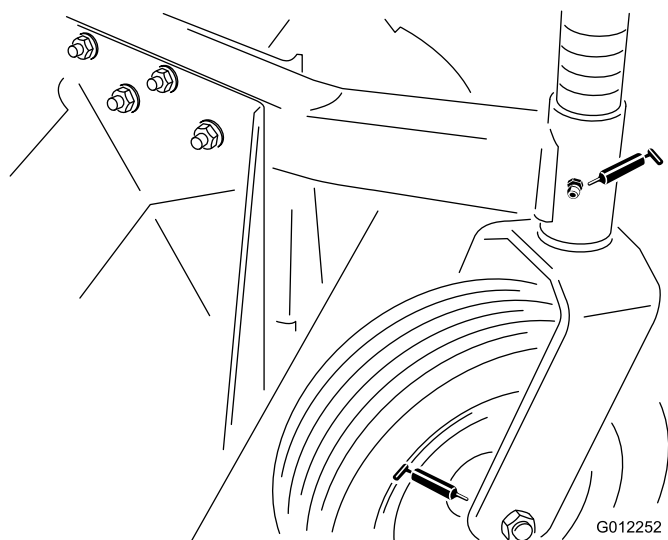

Figura 17
- Boccole dei fuselli delle ruote - 1 ciascuno (Figura 17)
- Cuscinetti ruota orientabile - 1 ciascuno (Figura 17)